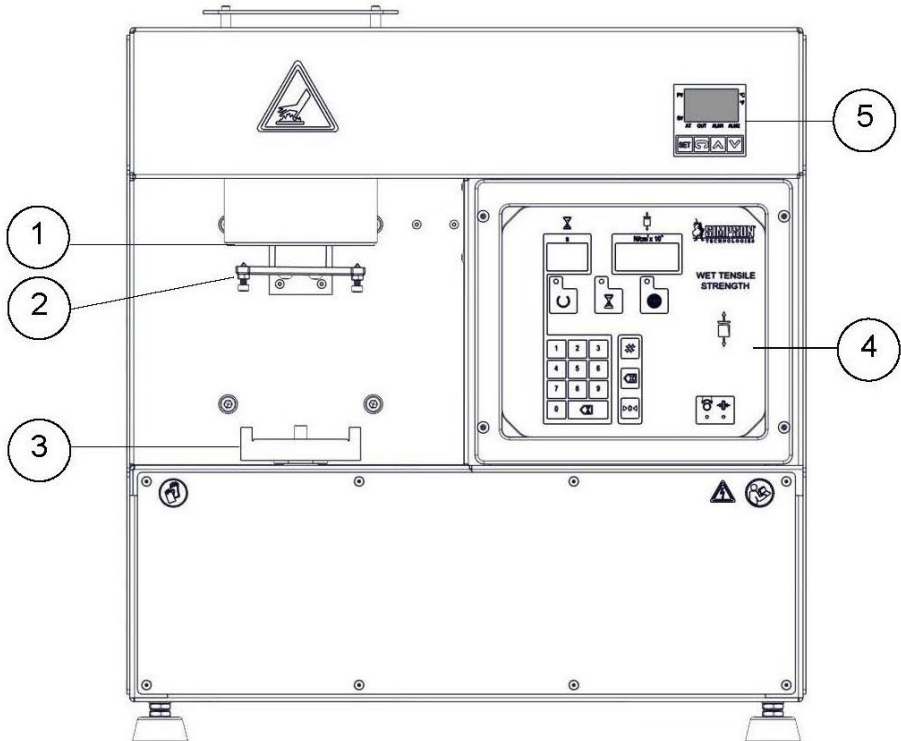

Figure 7-2 - Vue de face
- **"Er.4" - Minimum load range exceeded.** This message indicates that negative loads are detected by the electronic load cell. This may indicate that part of the measuring fork (Figure 7-2, Item 2) has been removed or an upward force is or has been exerted on the measuring fork. If the status of the measuring fork appears normal, then this message may indicate a failure in the electronic circuit. Contact Simpson Technologies for additional assistance in resolving this message.
2. Insérez doucement le tube d'alignement principal sur la table (Figure 7-2, élément 3) du testeur de résistance à la traction à l'état humide.
4. Placez délicatement un poids d'étalonnage principal, modèle 42112B, sur la fourche de mesure (Figure 7-2, élément 2). Voir la photo 1 montrant le poids d'étalonnage principal chargé sur la fourche de mesure.
Il est important de centrer les broches de support situées sur la fourche de mesure (Figure 7-2, pos. 2) au centre de la bague détachable du tube à échantillon. Pour vérifier la position des broches, suivez la procédure suivante:
1. Insérez avec précaution le tube principal d'alignement (modèle 42112A) sur la table (Figure 7-2, élément 3) du testeur de résistance à la traction à l'état humide. Poussez doucement le tube principal d'alignement sur la table jusqu'à ce qu'il atteigne la butée rigide située à l'arrière de la table.